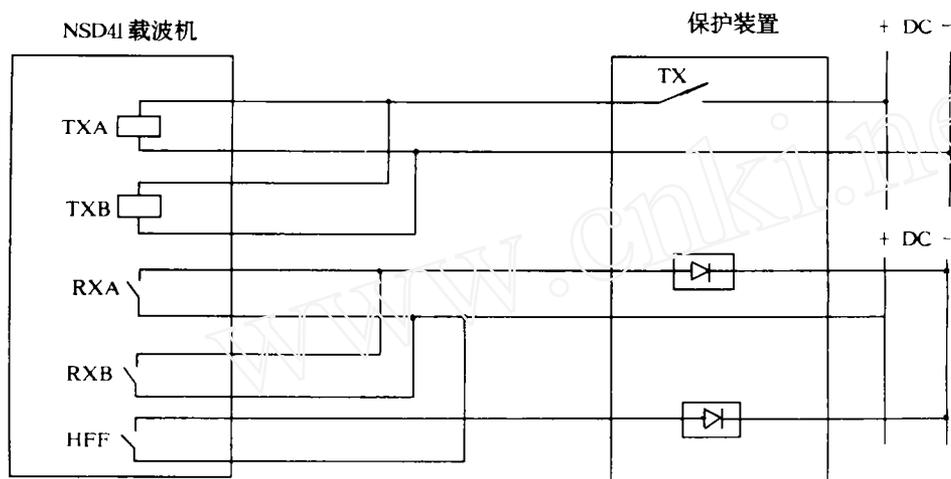

图 1
1.1 一对一接线方式。这是常用的接线方式,即一套保护对应一台载波机,其接线框图如图 1 所示。
图 1 中, TXA、TXB 为载波机保护信号接口设备的两个命令接收器,接收保护发出的允许跳闸命令使载波机发信; RXA、RXB 是载波机的收信输出触点,当收到对侧发来的允许信号时,触点闭合; HFF 为载波机判断通道有故障时的告警触点。这种接线与专用收发讯机相似,具有接线简单明了,运行维护方便的特点,但冗余度较小,一旦通道出现故障,就使高频保护失去作用。